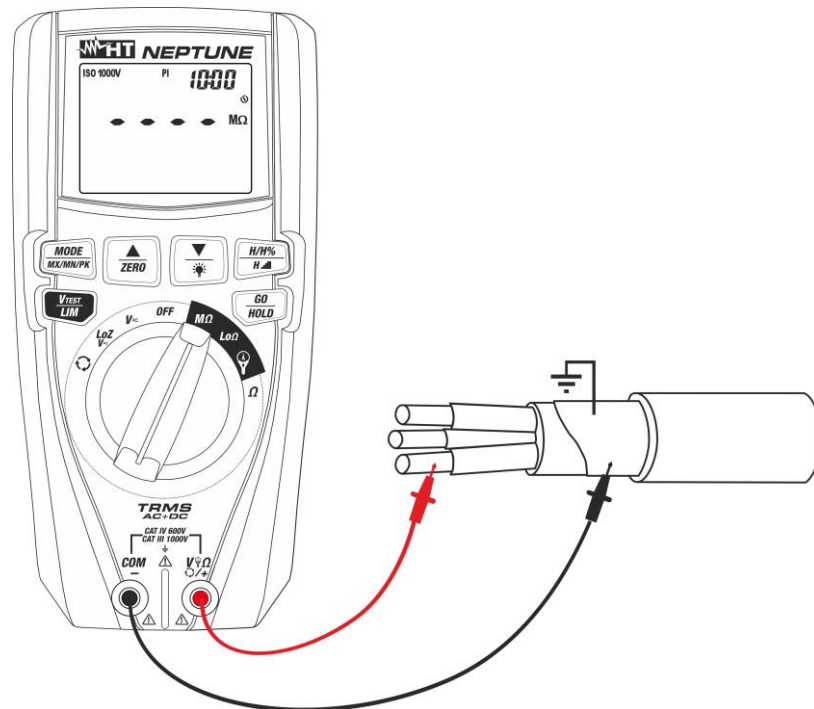

Abb. 22: Verwendung des Geräts zur Messung des Isolationswiderstands im Betriebsmodus PI
6. Verbinden Sie die rote Messleitung mit der Eingangsbuchse **VΩΩ+/+** und die schwarze Messleitung mit der Eingangsbuchse **COM/-** und verbinden Sie das Gerät mit dem Prüfling (siehe Abb. 22).